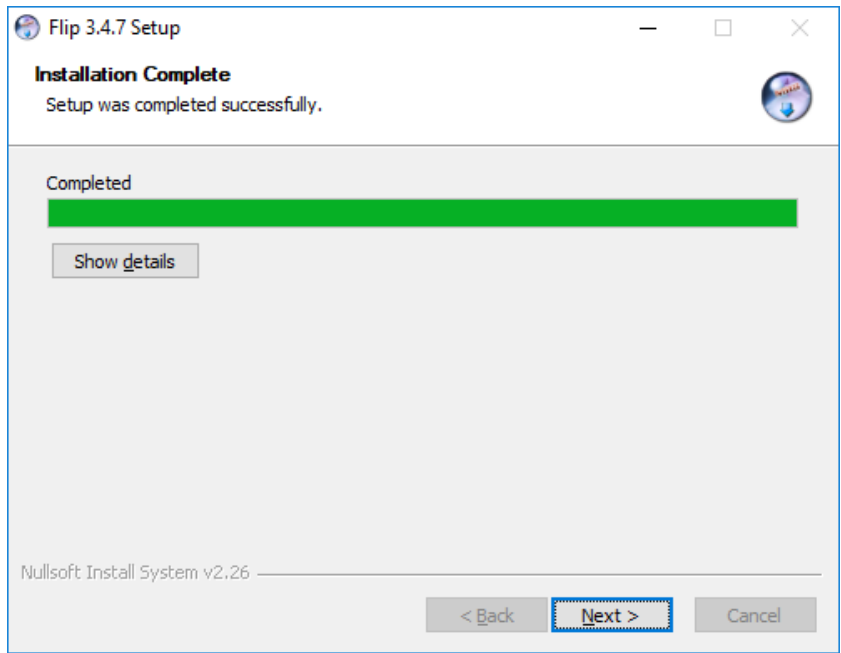

Рисунок 46
9. Дождаться окончания инсталляции и нажать кнопку «Next», рисунок 46.